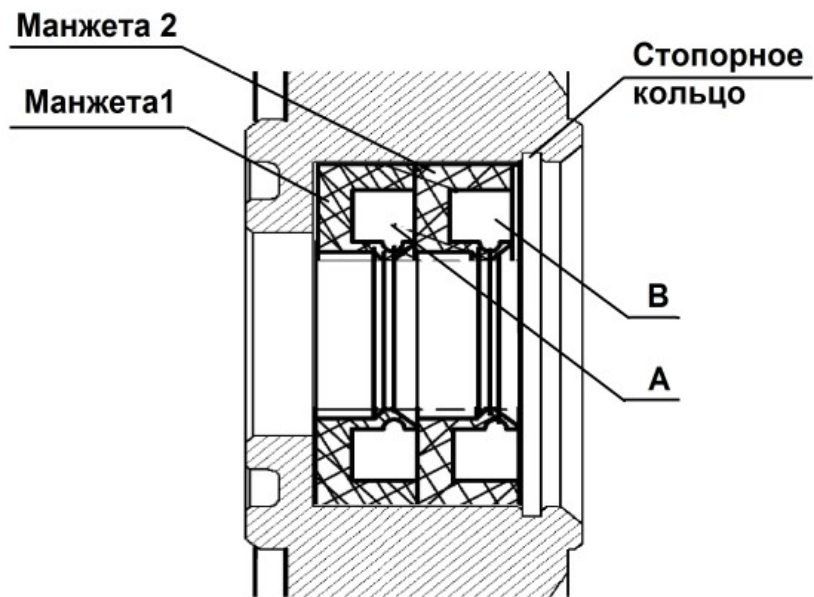

Рис. 10. Схема установки манжет.
- снять кольцо стопорное и снять 2 манжеты (см. рис. 10);